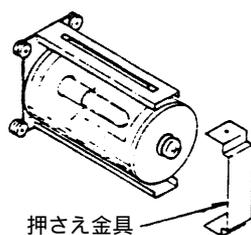
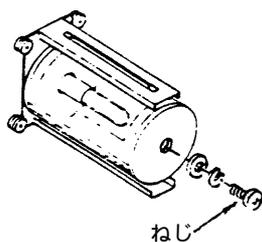

図4-29
図4-30
ページ4-16 4-7項 (1) - 乾燥剤の取り付け向きを変更, 図4-29, 図4-30 部品名追加
- (2) 測定セル内の乾燥剤の交換方法は、下記の手順で行なって下さい。
- 図4-29から図4-37は、光源側セル内の乾燥剤の交換方法を説明しています。